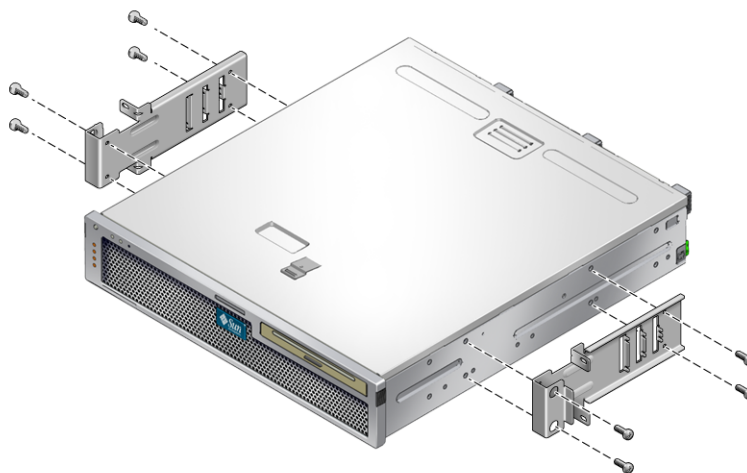

FIGURE 4-9 Fixation des supports latéraux sur le côté du serveur
2. À l'aide de quatre vis SEM M5 x 10 pour chaque support latéral, fixez les supports latéraux de part et d'autre du serveur (FIGURE 4-9).